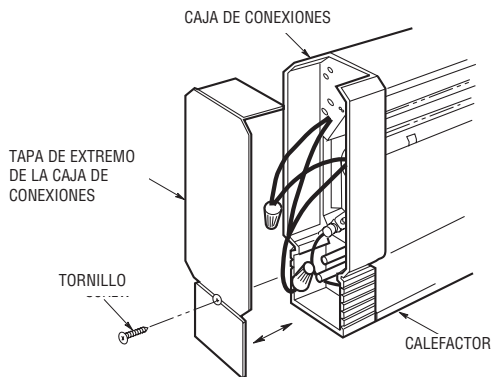

Figura 3. Extracción de la tapa extrema
3. Retire la tapa extrema de la caja de conexiones izquierda o derecha, quitando el tornillo del extremo del calefactor y deslizando la tapa hacia afuera desde el calefactor (Figura 3).